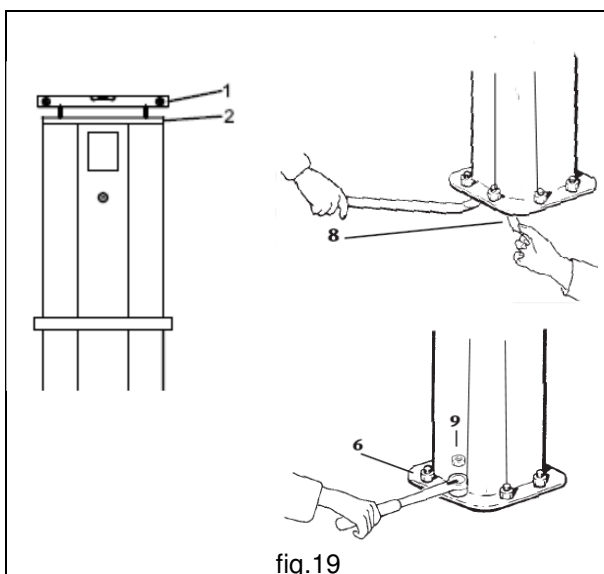

fig.19
5. Verificare la verticalità dell'asse di rotazione utilizzando per questa operazione una livella **1** che dovrà essere appoggiata sulla flangia di appoggio **2** della colonna. La perfetta messa a piombo della colonna si ottiene spessorando **8** opportunamente la piastra di base. (fig.19)
7. Assicurare successivamente i dadi contro lo svincolamento con i relativi controdadi **9** (fig.19).